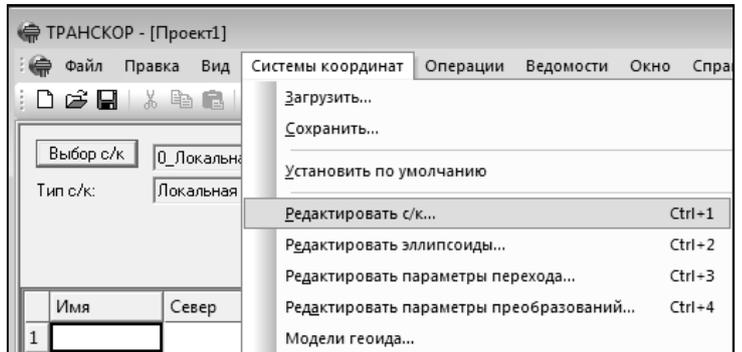

Рис. 1.1
2. Создайте новую систему координат. Для этого выберите команду **Система координат/ Редактировать с/к** на одной из панелей (рис.1.1):